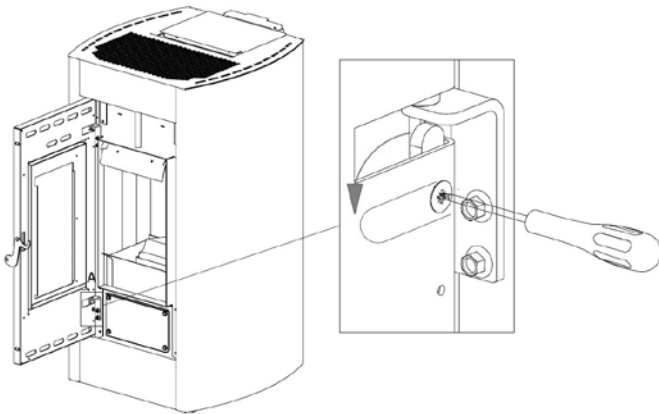

Fig. 19 - Entfernen der Schrauben
- Hebel mit einem Schraubenzieher in Pfeilrichtung drehen (siehe **Fig. 19**).